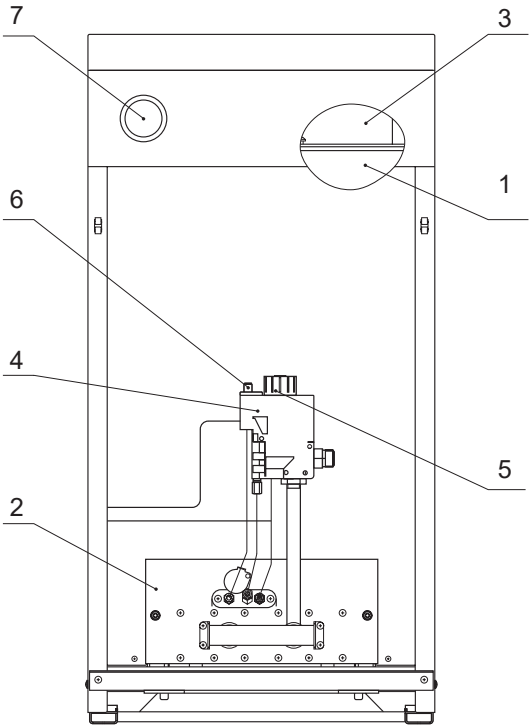

Рис. 2. Особенности котла с газовым блоком 630 EURO-SIT
4.2 Котел представляет собой сборную конструкцию, закрытую декоративными тонколистовыми панелями с теплоизоляцией, внутри которой располагаются (см. рис. 2, 3):
- дымосборник с датчиком тяги (3);
- корпус котла, состоящий из топки и теплообменника (1);
- газогорелочное устройство с газовым блоком (ГГУ) (2).